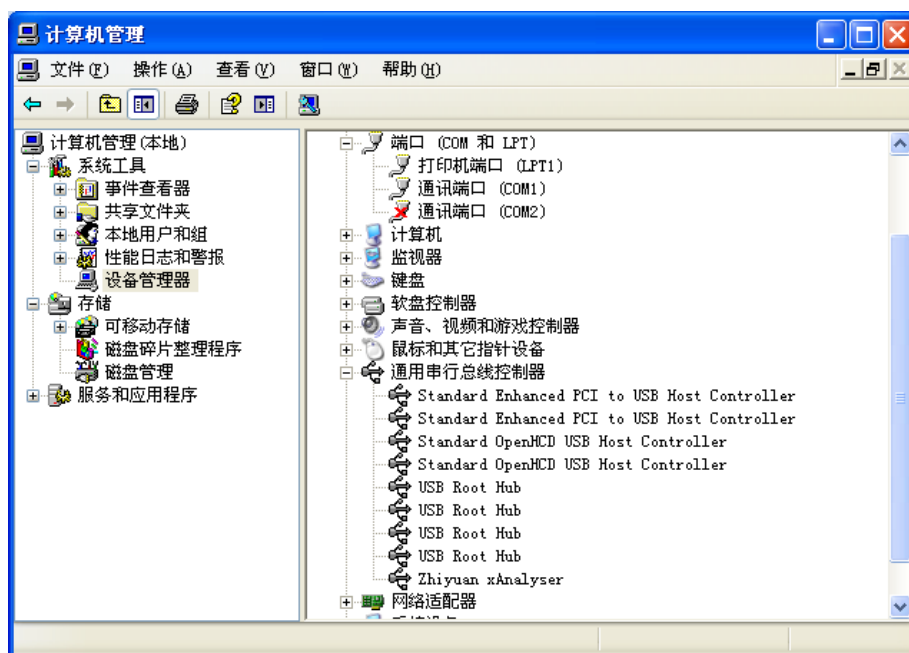

图 2.18 驱动安装完成
3. 安装结束后，点击【完成】即可。此时在【设备管理器】进行查看，可以看到“Zhiyuan xAnalyser”，如图 2.18 所示。